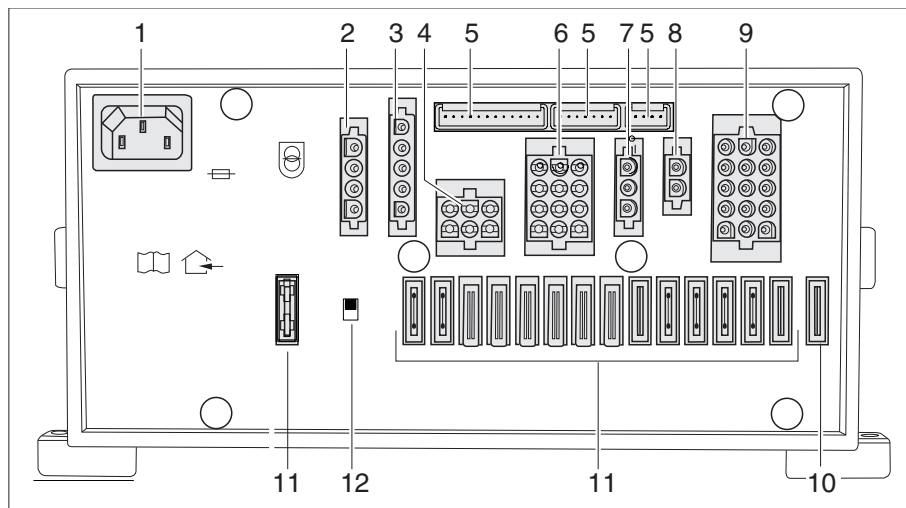

Fig. 262 Bloque eléctrico (EBL 111)
- ▷ El separador de batería (Fig. 262,12) desconecta todos los consumidores que están conectados al bloque eléctrico, de la fuente de alimentación 12 V.